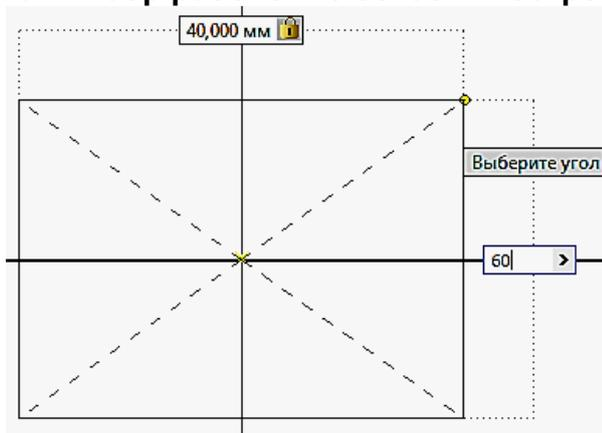

Рис. 4. Задание геометрических параметров призмы
4. Переместите мышку в любом направлении. В появившиеся поля введите размеры прямоугольника. Сначала горизонтальный размер, равный примерно  $2S$  (где  $S$  – размер «Под ключ»), затем нажмите *Tab* и введите вертикальный размер, равный примерно  $3S$ . Нажмите клавишу *Enter* (рис. 4).